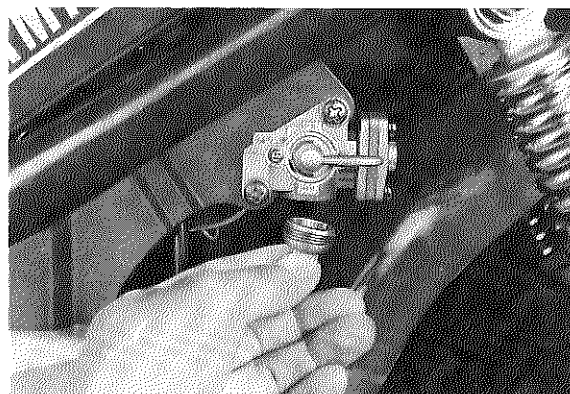

Fig. 2-4-1
- b. Remove filter cap and clean filter. (Fig. 2-4-1)
- b. Enlever la cuvette de décantation, et nettoyer le filtre (Fig. 2-4-1)
- b. Verschlußkappe des Kraftstofffilters abnehmen und Filter reinigen. (Fig. 2-4-1)